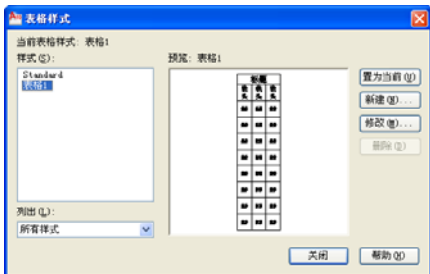

图 5-48 样式设置结果
- 08 单击【新建表格样式：表格 1】对话框中的 **确定** 按钮，返回【表格样式】对话框，结果设置的“表格 1”样式出现在此对话框内，如图 5-48 所示。